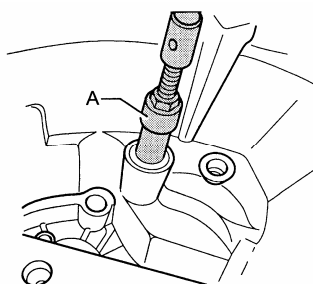

图 12-58 拉出换挡杆轴套
(3) 拉出 3 挡和 4 挡换挡杆的轴套, 应使用 22~28mm 的内拉出器 A (例如 Kukko 21/4) 与多用途工具 VW 771 相结合, 如图 12-58 所示。